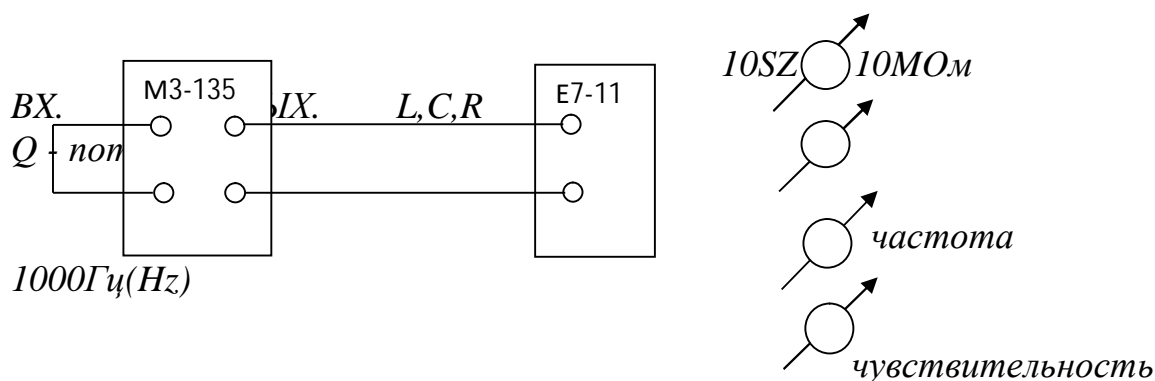

Рис.2. Схема измерений.
3.2. Собрать схему измерения (Рис.2).